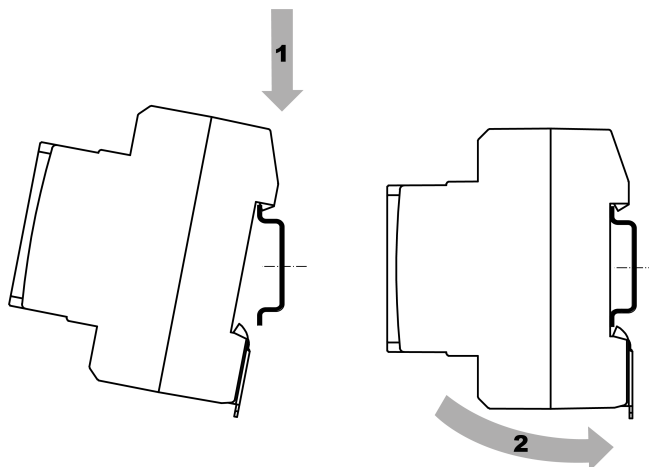

Рисунок 4.1 – Монтаж на DIN-рейку
2. Установить розетку верхним зацепом на DIN- рейку и надавить вниз (см. рисунок 4.1, стрелка 1).
3. Прижать розетку к DIN-рейке до щелчка (см. рисунок 4.1, стрелка 2).